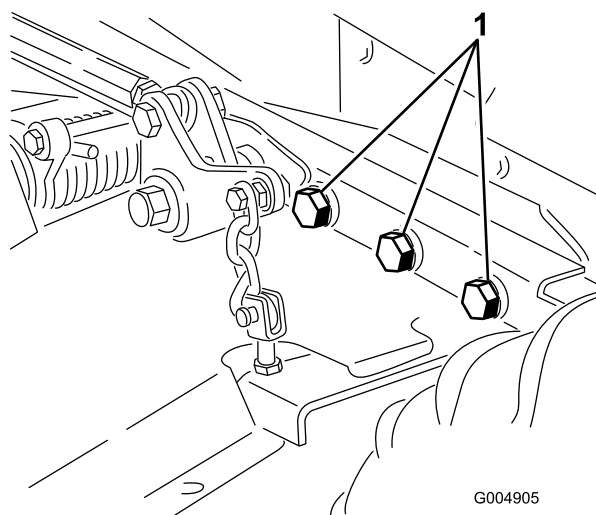

Figure 63
4. Vérifiez le serrage de toutes les fixations et resserrez-les au besoin. Serrez les 6 boulons qui fixent le cadre du plateau de coupe au groupe de déplacement (Figure 63) à 359 N m.